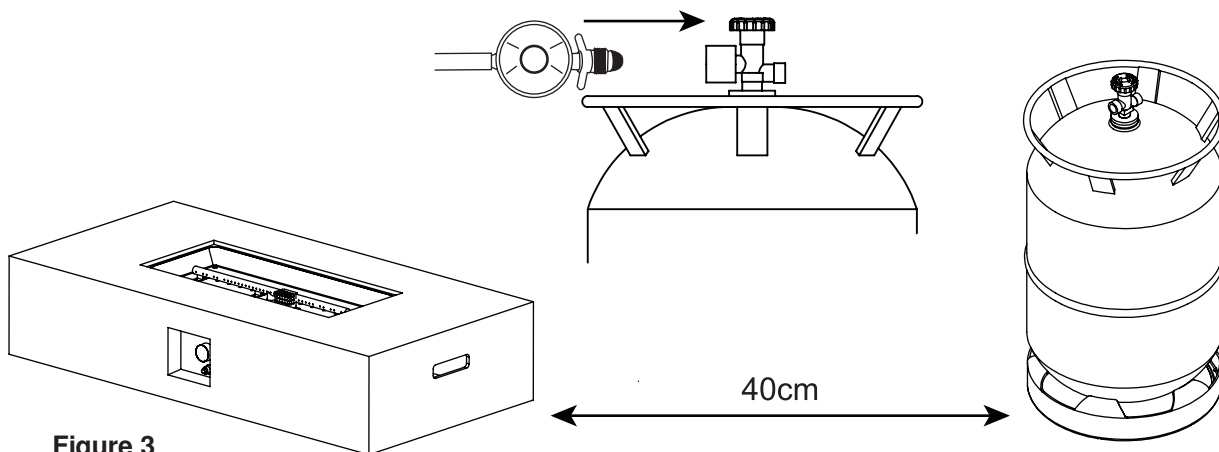

Figure 3
4. Kiinnitä säädin kaasupullon venttiiliin ja kiristä kunnolla (katso Figure 3).